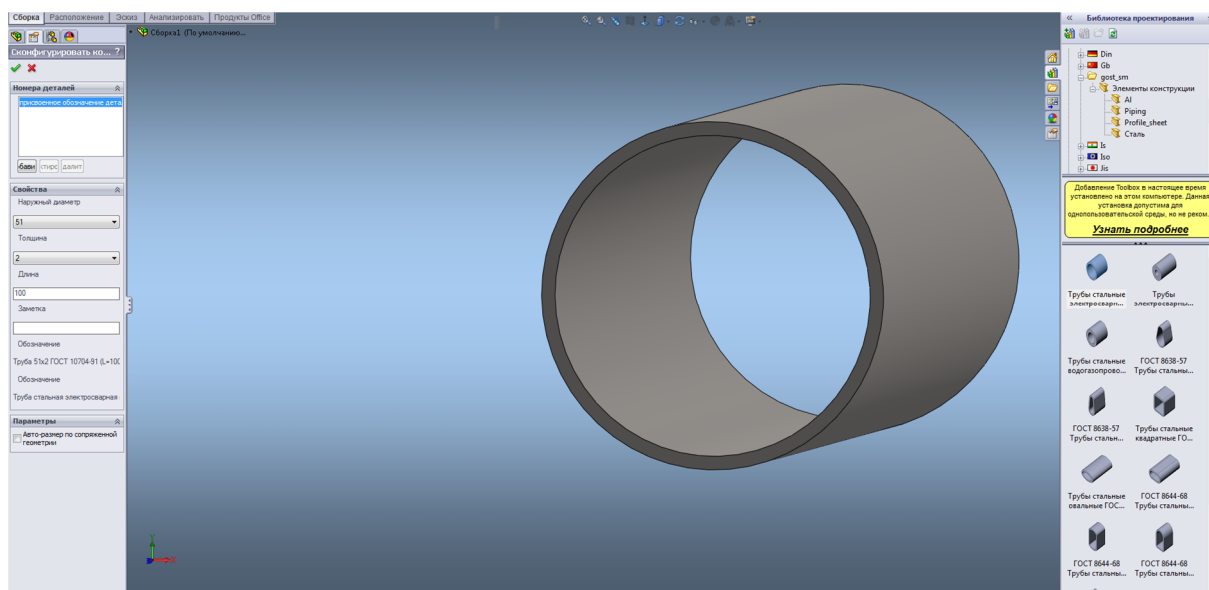

Рисунок 6 –Создание детали трубы с помощью библиотеки проектирования Toolbox
4. Создание детали трубы с помощью библиотеки проектирования Toolbox (Рисунок 6).